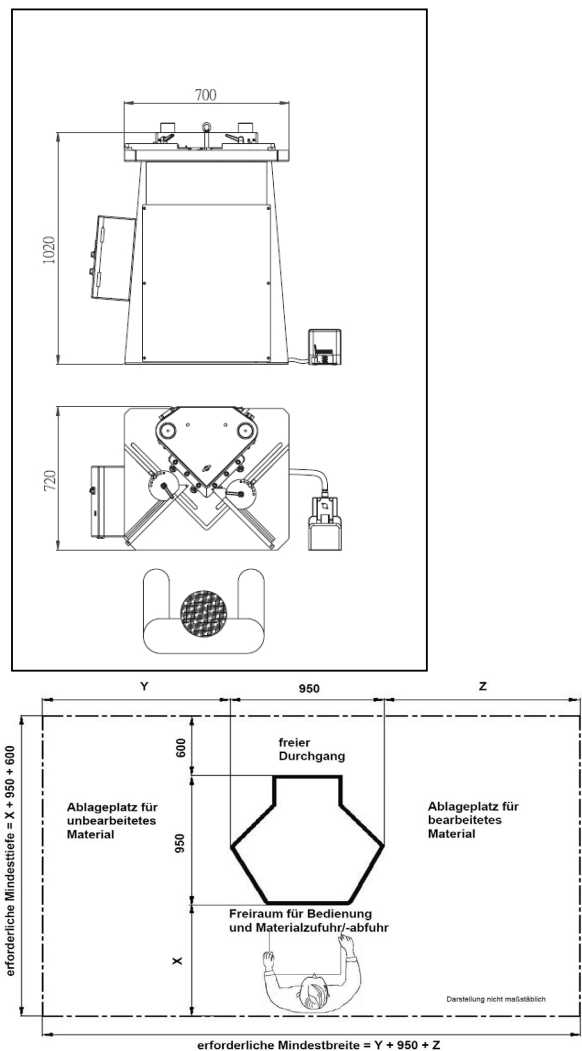

Abb. 8: Aufstellplan
Schritt 1: Stellen Sie sicher, dass die Raumaufteilung um die Maschine herum für die Anwendung ausreichend ist (Abb. 8). Es muss genügend